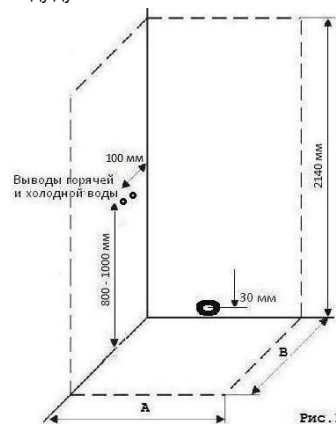

Рис. 1
**ВНИМАНИЕ!** Монтаж душевой кабины производится только на полностью подготовленное место (рис. 1).
7. Для обеспечения слива воды из поддона канализационная труба должна быть ниже дна поддона. Уровень канализации не должен превышать 30 мм от пола до центра канализационной трубы (рис.1).